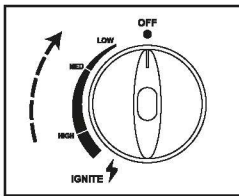

Рис. 13
- Переведите переключатель в положение «OFF» («Отключено») (смотрите рис.13).